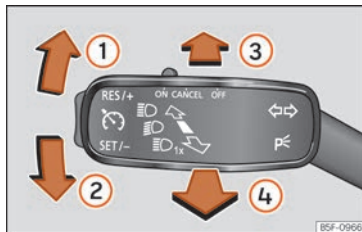

Fig. 91 Levier des clignotants et des feux de route.
• À partir de la position de base, appuyez en avant sur le levier des clignotants et de feux de route » » fig. 91 ③. L'activation du témoin indique que l'assistant des feux de route est activé.
• **OU** : avec les feux de route activés, tirez vers l'arrière le levier des clignotants et des feux de route » » fig. 91 ④.